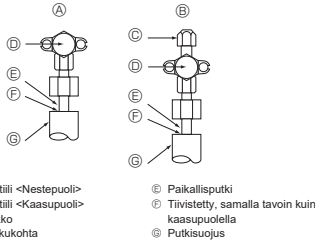

Fig. 4-4
4.4. Kylmäaineputken ilmatiiviyden testausmenetelmä (Fig. 4-4)